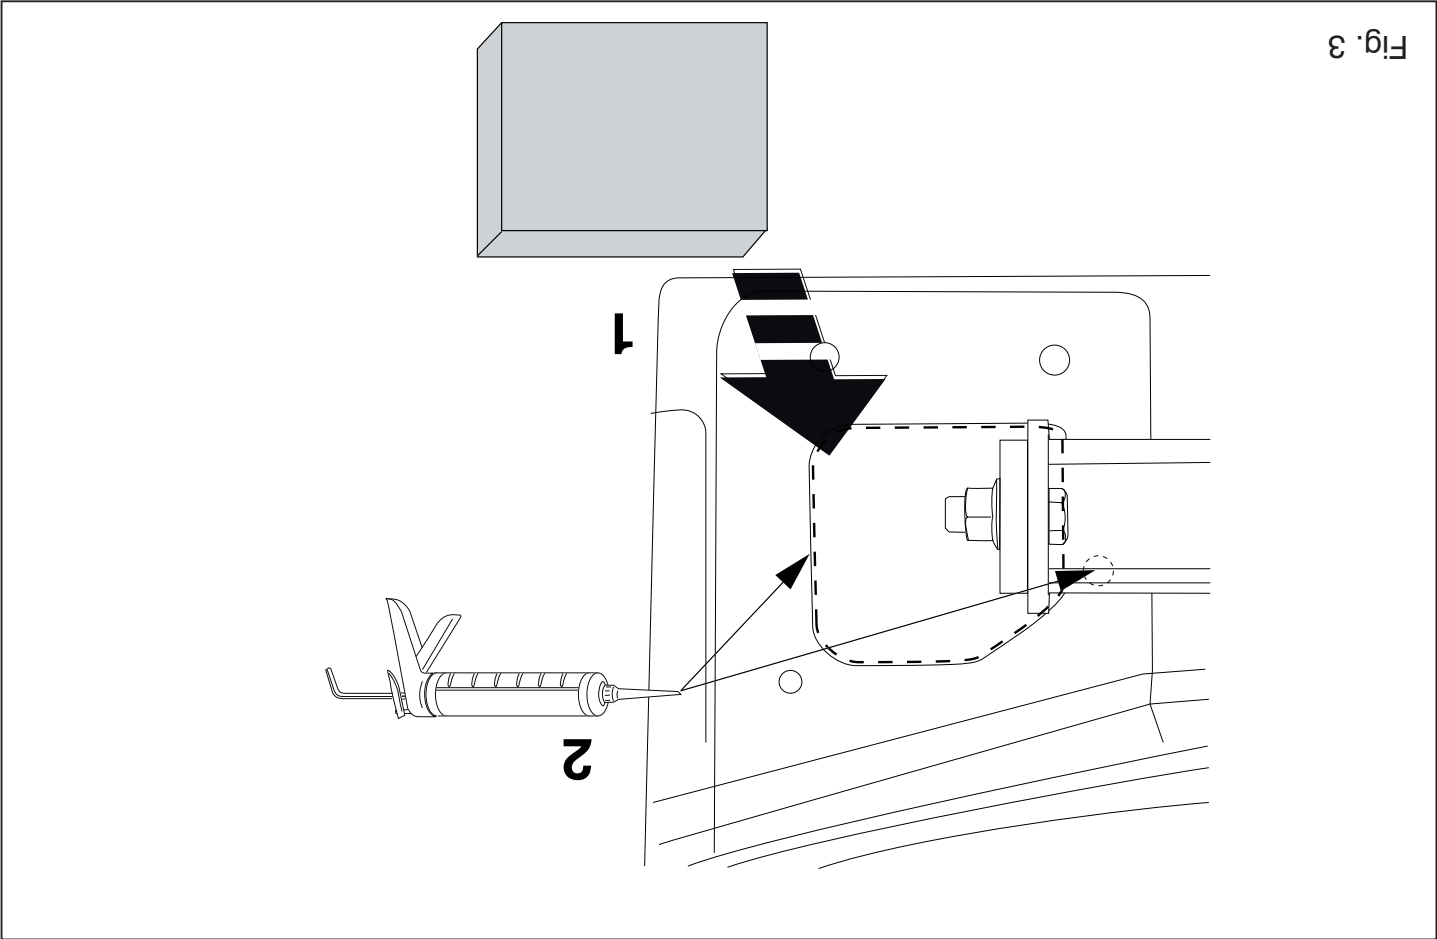

Fig. 3
7. Place the two PE foam blocks as sealing in the chassis members. Seal the portions indicated (see fig. 3).
7. Die zwei PE-Schaumblöcke als Dichtung in den Fahrgestellträger einsetzen. Die angegebenen Teile kitten (siehe Abb. 3).
7. Placera de båda PE-skumblocken som tätning i chassibalckarna. Tillslut delarna enligt figuren (se fig. 3).